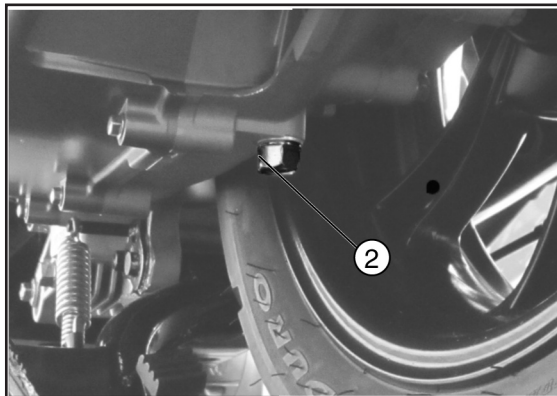

Fig. 02
- Svitare la vite «2 - Fig. 02», recuperare la rondella e far defluire completamente l'olio.
- Riavvitare la vite «2 - Fig. 02» e inserire mediante una siringa l'olio nuovo del tipo consigliato dal foro di immissione fino al livello corretto.